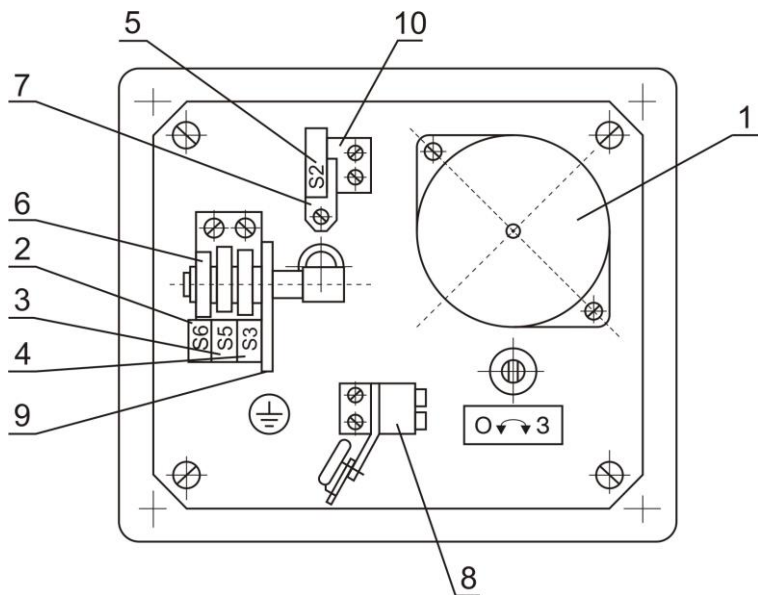

Рисунок 1
Для присоединения и управления механизмом предназначена клеммная колодка с шестью клеммами (8) (рис. 1).
8.4 S3 – концевой выключатель «открыто» (рисунок 1), S5 – дополнительный выключатель «открыто».